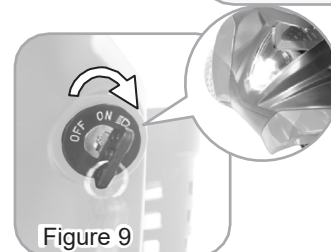

Figure 9
- En tournant la clé sur [] tpour allumer la lumière avant. (Figure 9)